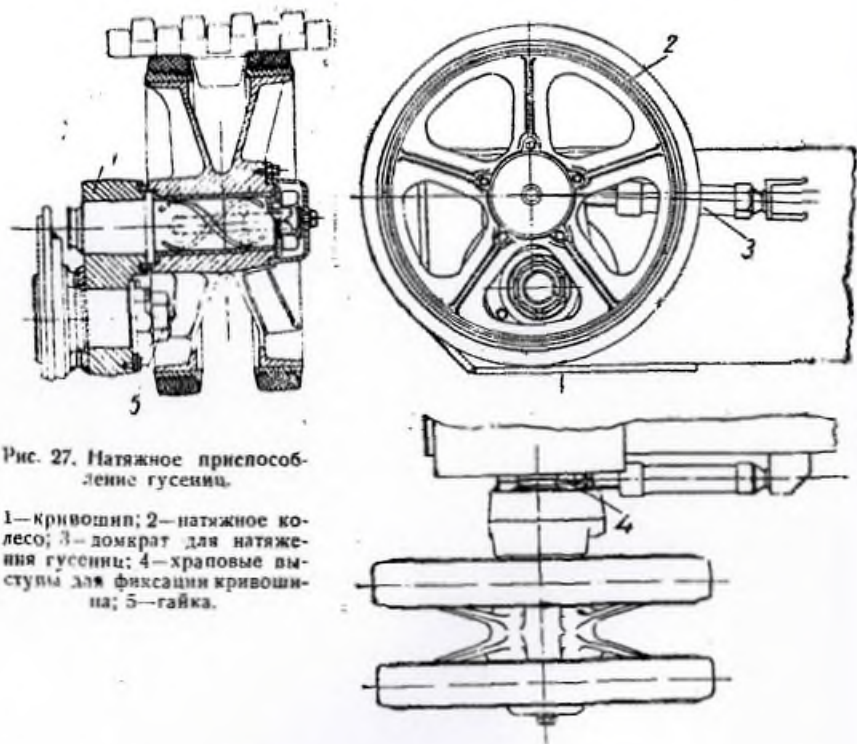

Рис. 27. Натяжное приспособление гусениц.
Натяжное приспособление (рис. 27) гусениц выполнено по типу натяжного устройства трактора «Коминтерн». Натяжное колесо (2) — двойное, обрезиненное и установлено на оси кривошипа (1) на сетчатой чугунной втулке. Кривошип на оси кронштейна закрепляется при помощи храповых выступов (4) на кронштейне и кривошипе. Прижатие кривошипа к кронштейну производится при помощи гайки (5). Натяжение гусеницы производится домкратом (3).